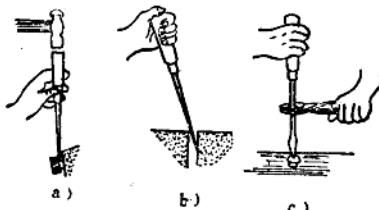

图2-3 螺钉旋具的错误使用
(1) 螺钉旋具不可当做撬棒或锤子使用，或用锤子敲击螺钉旋具的头部，也不能在旋具的柄部和端口处用钳子或扳手来增加扭力（图2-3），以防损坏螺钉旋具。